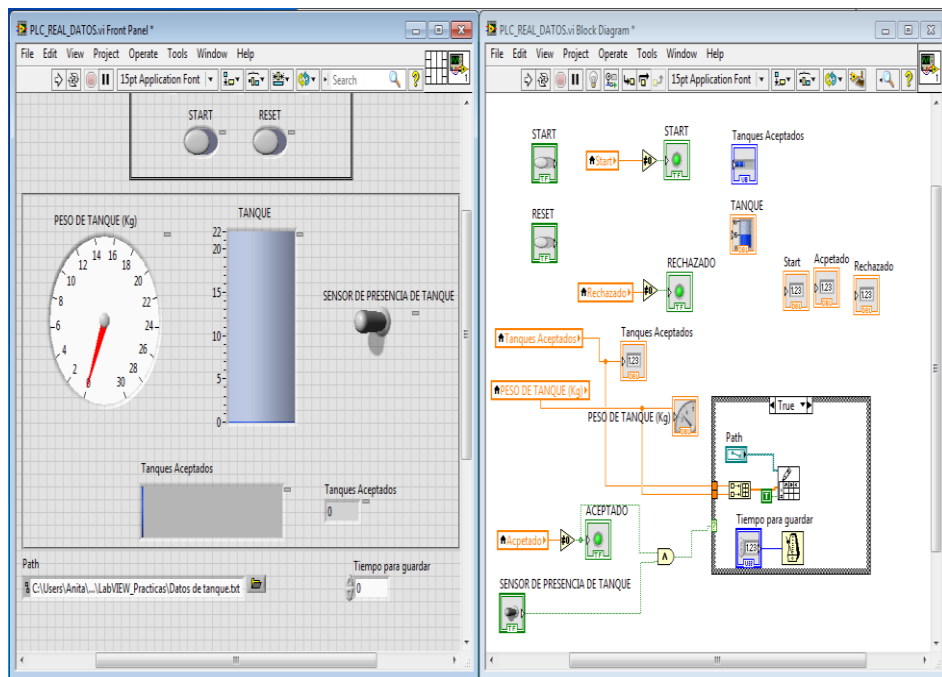

Figura 37: VI con el código agregado para la creación del archivo .txt
7. En la figura 37 se muestra el VI con la programación agregada para la obtención de datos de los tanques de gas respectivamente y almacenarlos en un archivo .txt.